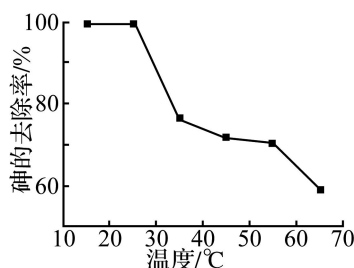

图 2
①溶液中砷的去除率与温度的关系如图 2 所示。温度越高, 溶液中砷的去除率越低的原因是\_\_\_\_\_。